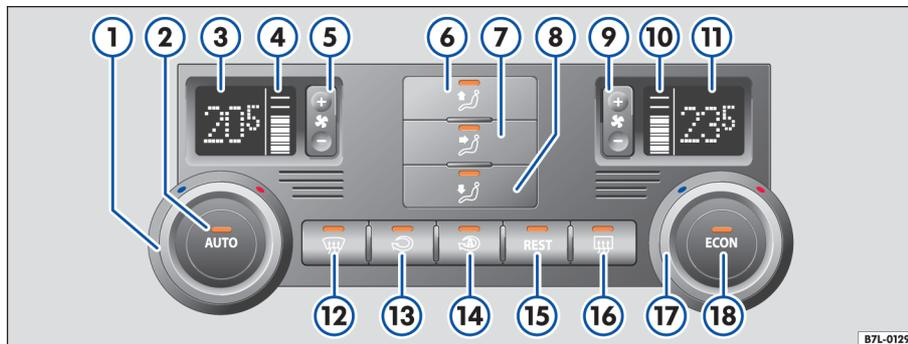

Fig. 77 Mandos del 2C-Climatronic en el tablero de instrumentos
– Gire el regulador de temperatura ⇒ fig. 77 ① ó ⑰ para ajustar la temperatura del lado izquierdo y derecho.
– Para activar el modo manual pulse una de los mandos ⇒ página 106, fig. 77 **5** al **9**, o el mando **ECON**. La luz amarilla del mando **AUTO** se apaga.